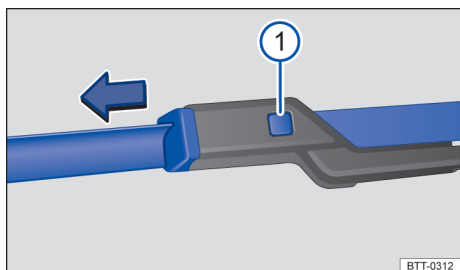

Fig. 165 Sustituir las escobillas limpiaparabrisas.
- Mantenga la tecla de desbloqueo → fig. 165 ① pulsada y, al mismo tiempo, retire la escobilla de los limpiaparabrisas en el sentido de la flecha.